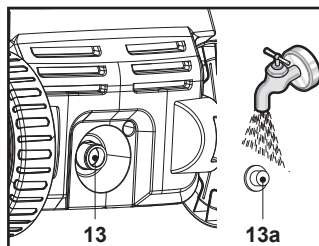

Fig. 20
2. Retirer le filtre (13a) du raccord d'arrivée d'eau (13) et le rincer à l'eau du robinet pour éliminer tout corps étranger (Fig. 20). Réinstaller le filtre (13a).